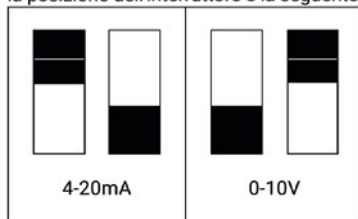

Abbildung 1
- (1) Tasti per l'impostazione dei valori limite per il canale selezionato (2):
- (2) Selettore del canale: ruotare il selettore finché non si trova sul canale che si desidera impostare.
- (3) Selettore di ingresso: qui è possibile commutare tra i segnali 0-10 V e 4-20 mA (vedere Fig. 1).